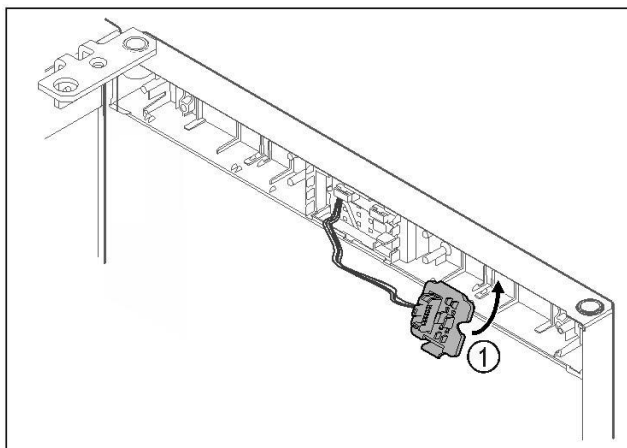

Fig. 19
- ▮ Steckerhouder Fig. 19 (1) aan tegenoverliggende zijde vergrendelen.